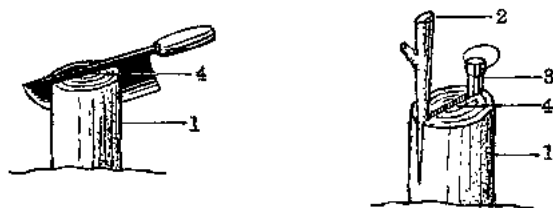
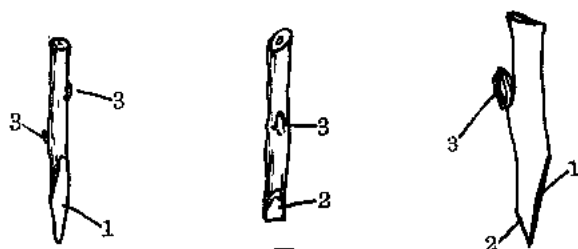

图 3
图 4
劈口深到5~7厘米。然后拔起劈接刀的一端，以铁钎插入，继而把全刀拔出，在劈口正中插入第二根铁钎(图3)。这时选取有1~2个饱满芽长约6~13厘米的接穗枝，削成楔形接穗，要求把接穗芽的对面削成长削面，削口长约4厘米左右；短削面0.5~1厘米(图4)。把第一根铁钎拔起，随即插入接穗，接穗的形成层要求与砧木一边的形成层①对准，这是嫁接成活的关键。接穗的长削面要留1~2厘米，高出砧木面，叫做“露白”，以便给以后愈合组织的生长留下充分的余地。如果砧木较细，插一个接穗即可，如果砧木较粗可在劈口的另一端插入第二个接穗，然后将中间的第二根铁钎拔起，则两个接穗均已牢固嵌合在砧木劈口中。砧木越粗，嵌合力越强，便不需绑扎；如果砧木细，嵌合松，就要用湿过水的麻皮或麻线扎紧。